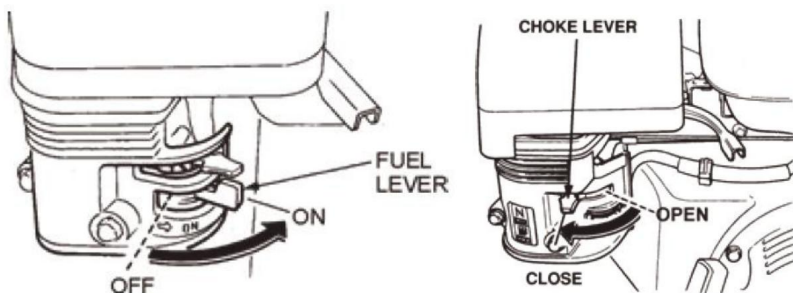

FIG.6 FIG.7
9.1 Placez le levier du robinet de carburant du moteur (FIG. 6) en position "ON".